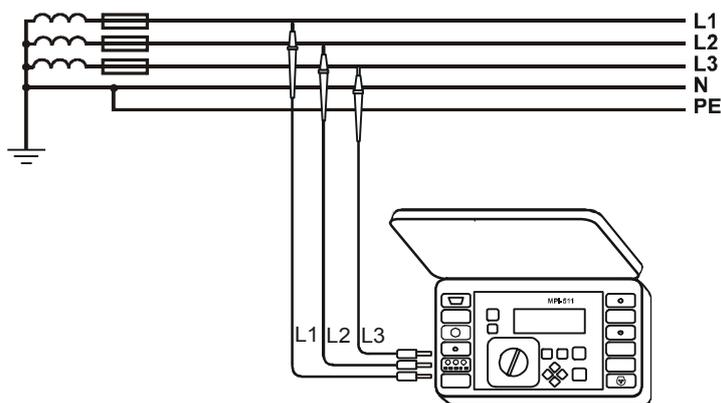

Рис.43. Проверка последовательности чередования фаз
- Подключить провода для измерения соответственно Рис.43.